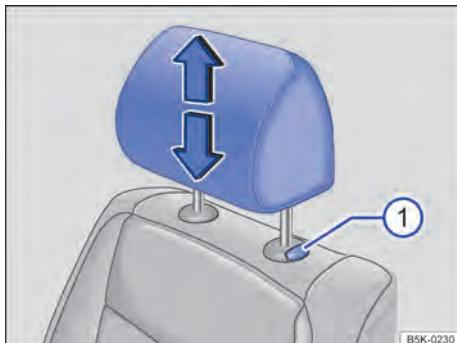
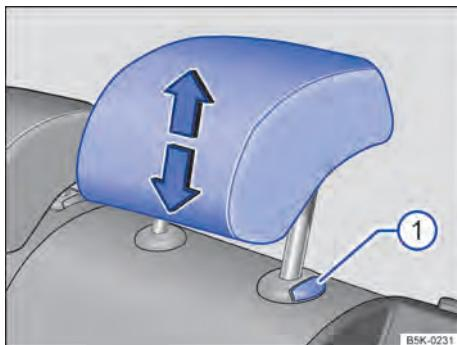

Fig. 75 Ajustar o apoio para cabeça dianteiro.
Fig. 76 Ajustar o apoio para cabeça traseiro.
- Empurrar o apoio para cabeça para cima no sentido da seta ou, com o botão → Fig. 75 ① ou → Fig. 76 ① pressionado, empurrar para baixo → em *Introdução ao tema* na página 92.